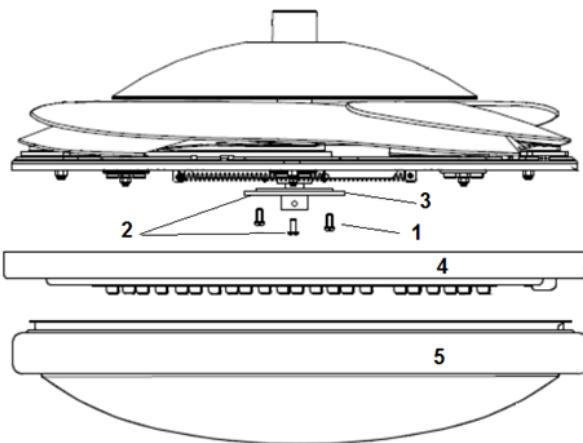

Fig. 6
1. Maak de schroef los (1) in de onderste klem (3). Lijn de schroeven uit (2) met de gaten van de lamphouder (4). Fig.6
4. Sluit de bovenste stekker (1) van de aandrijving aan op het onderste stopcontact (1) op het LED-paneel (2).
5. Installeer nu de lamp op de lamphouder door deze met de klok mee te draaien (5 – Fig. 6).